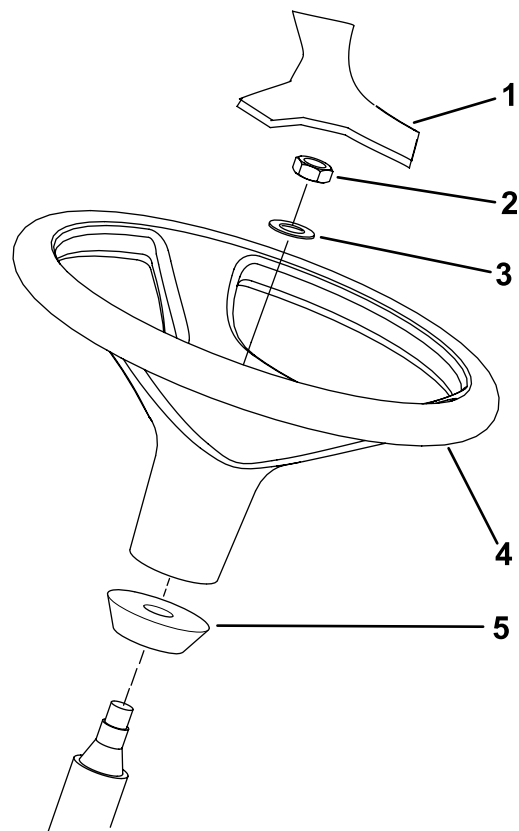

Figure 13
Remarque: Vérifiez que la bague en mousse reste bien sur l'arbre de direction (Figure 13).
3. Glissez le volant et la rondelle sur l'arbre de direction (Figure 13).
5. Posez le couvre-moyeu sur le volant (Figure 13)
1. Déposez le volant du support d'expédition (Figure 13).